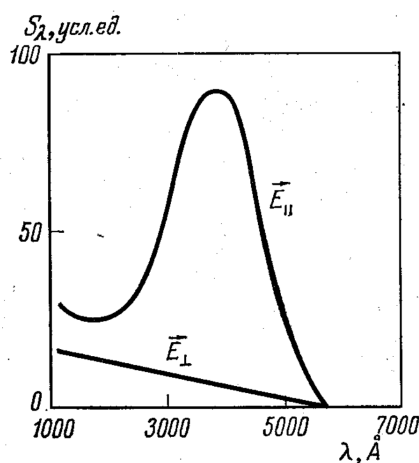

Рис. 2: Спектральные характеристики катода при разной ориентации света
**Фотоэлектронный умножитель.** Фотоэлектронный умножитель (ФЭУ) – электровакуумный прибор, в котором поток электронов, излучаемый фотокатодом под действием оптического излучения, усиливается в умножительной системе в результате вторичной эмиссии (отношение числа вылетевших электронов к числу упавших на одном диноде). ФЭУ широко используется в оптических измерениях в качестве детектора. Пример устройства ФЭУ показан на рис. 2.